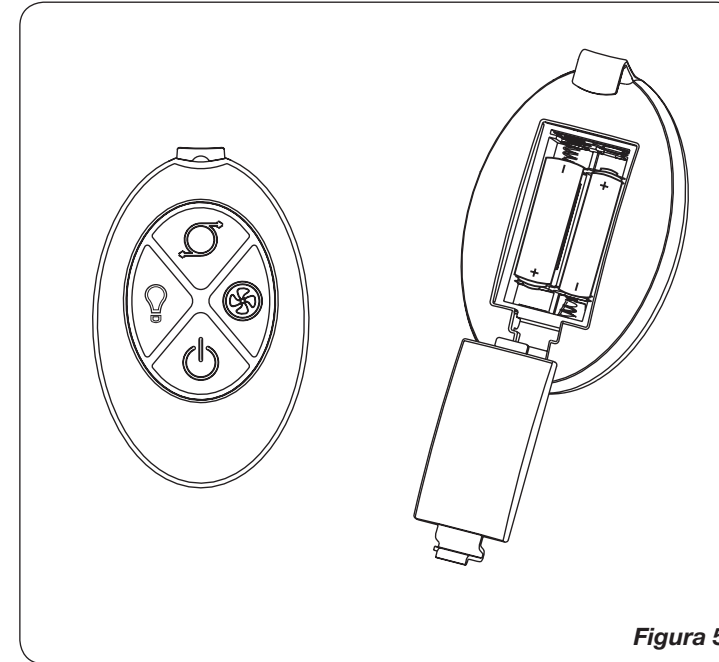
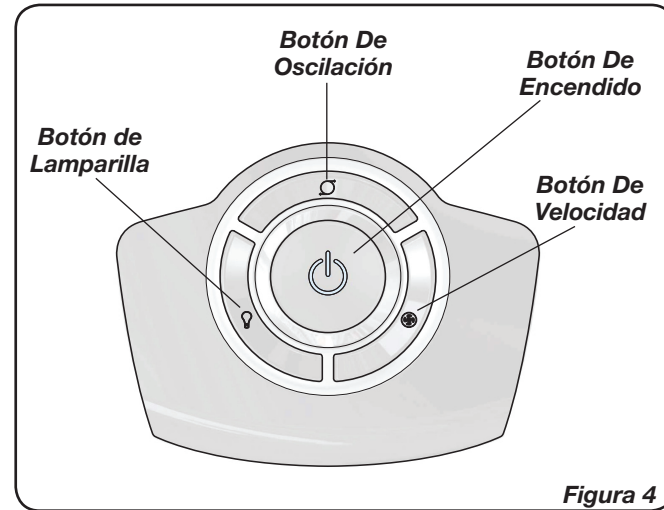

Figura 5
Figura 4
1. Instale la baterías ("AAA") como mostrado en la *Figura 5*.
FUNCIONAMIENTO (Figura 4)
Este Ventilador puede hacerse funcionar mediante los controles manuales ubicados en la parte superior de la unidad (como se muestra en la *Figura 4*) o con el Control Remoto (se indica en la *Figura 5*).